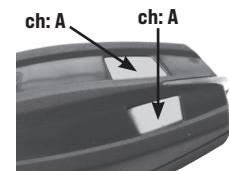

Fig. 3
- A la fin de la procédure de programmation, si un seul canal a été cloné, celui-ci sera automatiquement associé aux boutons du SUN CLONE 2.0 comme indiqué sur la figure 3 (les deux boutons deviendront alors tous canal A ou tous B ou tous C ou tous D). Autrement les canaux clonés seront associés aux canaux A ou B ou C ou D, en respectant l'ordre dans lequel ils ont été clonés. Il est donc possible que chaque bouton devienne A ou B ou C ou D.